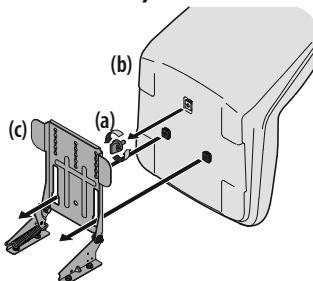

Figura 3
2. Remova o botão de ajuste do assento ou o parafuso de 9/16" (a) da parte inferior do assento (b). Veja a Figura 3.
3. Alinhe o assento (b) sobre o suporte do pivô do assento (c) como mostrado na Figura 3 e encaixe o assento (b) no suporte do pivô do assento (c) inserindo as duas abas da parte inferior do assento (b) na abertura ampla do assento. as ranhuras no suporte do pivô do assento (c).